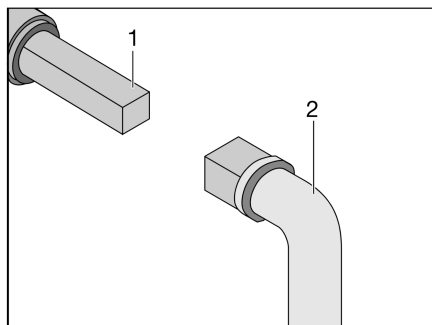

Fig. 372 Utilizzo del rubinetto di scolo delle acque grigie
- Inserire la chiave (Fig. 372,2) sul perno quadro (Fig. 372,1).